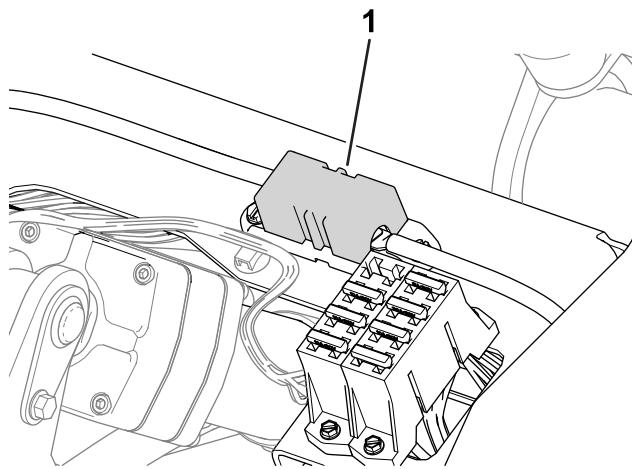

Bild 43
- Die Sicherungen für den rechten Radmotor (60 A) befinden sich unter dem Sitz (Bild 43).